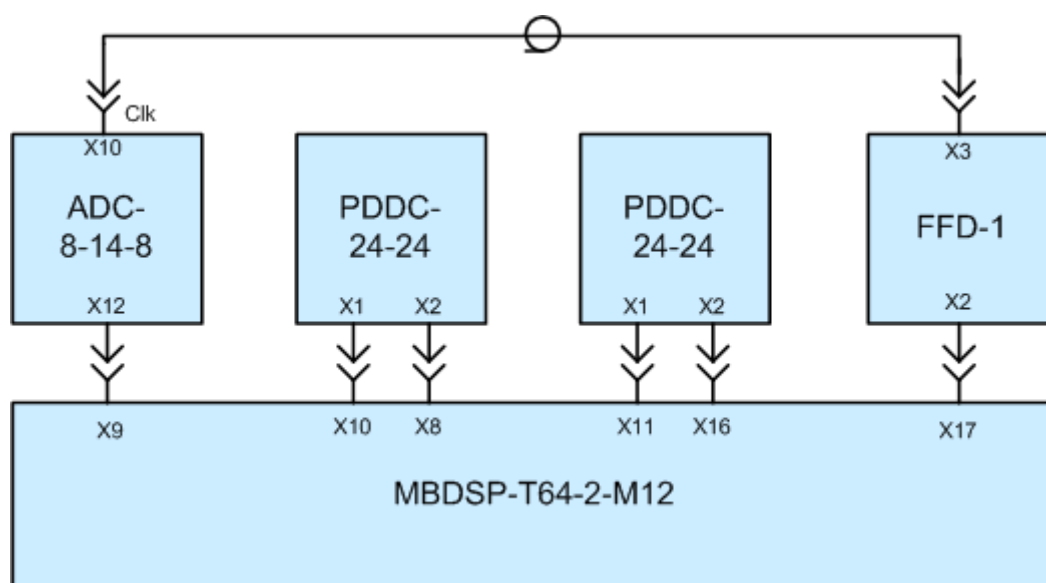

Рис. 10 Схема подключения модуля ADC-8-14
- подключите соединительные кабели в соответствии со схемой приведенной на рис. 10.;
Для проведения проверки работоспособности модуля соберите схему, приведенную на рис. 10 (модули PDDC-24-24 можно не устанавливать, т.к. при тестировании модуля они не используются) и выполните: